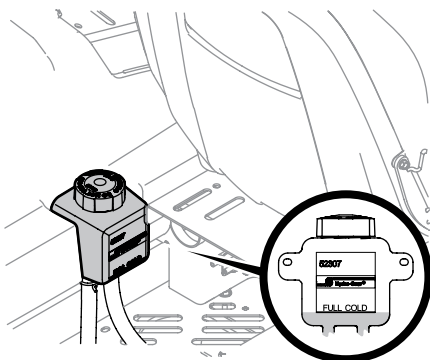

Figura 4-4
1. Gire el asiento del operador hacia adelante y limpie la tapa del depósito y el área que la rodea para evitar que el aceite de transmisión se contamine con residuos. Vea la Figura 4-4.
2. Gire la tapa del depósito en sentido contrario al de las agujas del reloj para retirarla, luego controle el nivel de aceite del depósito. El aceite debe ser visible en la base de la cubeta, pero el nivel del mismo NO debe estar por encima de la línea de "LLENO FRÍO". Vea la Figura 4-4. NO LLENE EL DEPÓSITO.